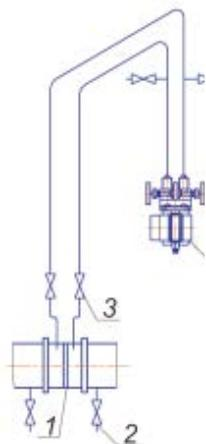

Рисунок 3.5
3.1.4.1 АИР-20/М2-Н монтируются на место эксплуатации в положении, удобном для эксплуатации и обслуживания. При этом порядок сборки преобразователей гидростатического давления приведен в п.3.1.4.10. В зависимости от параметров контролируемой среды и условий отбора давления АИР-20/М2-Н-ДД устанавливаются в соответствии с рис. 3.5 - 3.8. Следует учитывать, что ориентация преобразователя, особенно с верхним пределом измерений $\pm 0,063$ кПа – ± 10 кПа, может вызвать смещение и необходимость подстройки начального сигнала на величину, зависящую от действующих сил, чувствительности преобразователя и его наклона. При выборе места установки АИР-20/М2-Н необходимо учитывать следующее: